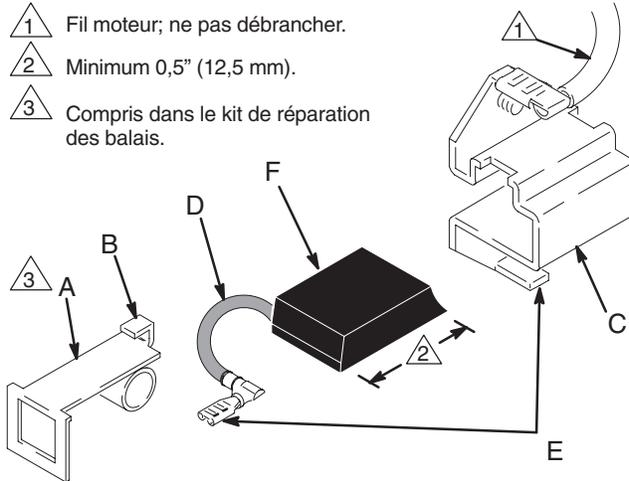

Fig. 5
4. Fig. 5. Pousser sur le clip (A) pour défaire les crochets (B) du porte-balai (C). Extraire le clip (A).
5. Fig. 5. Extraire le fil du balai (D) de la cosse (E). Enlever le balai (F).
2. Fig. 5. Enfoncer le fil du balai (D) dans la cosse (E).